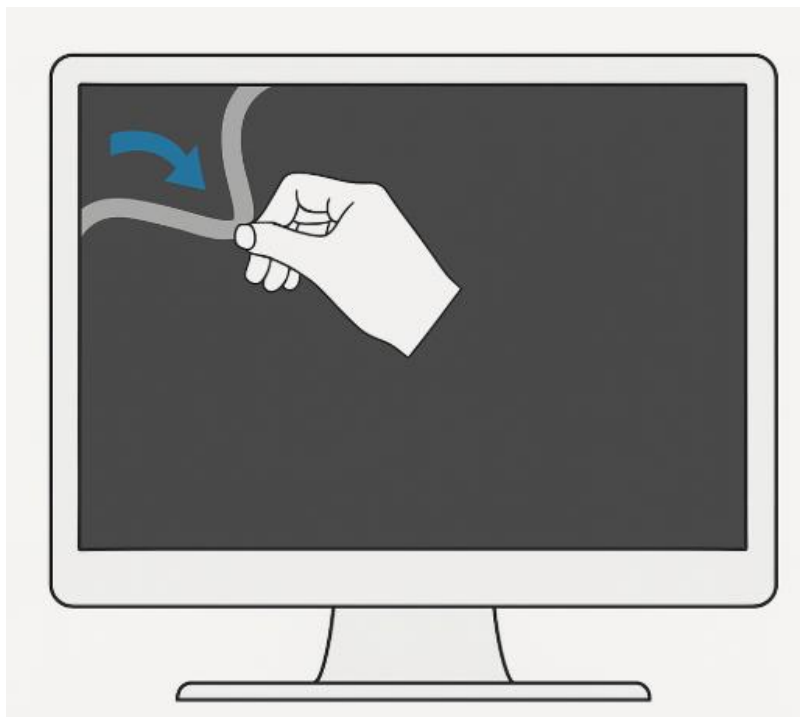

Рисунок 2.2 – Видалення захисної плівки
1. Зняти спеціальну захисну плівку, яка захищає екран нового монітора Prologix під час транспортування (рисунок 2.2). Слід легко потягнути за край плівки та видалити її з екрану перед використанням монітора.